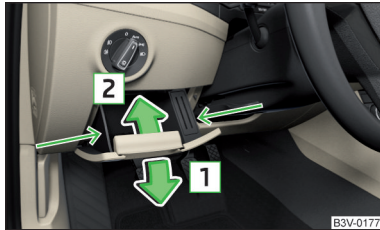

Abb. 247
- Das Ablagefach seitlich im Bereich der Pfeile fassen » Abb. 247.